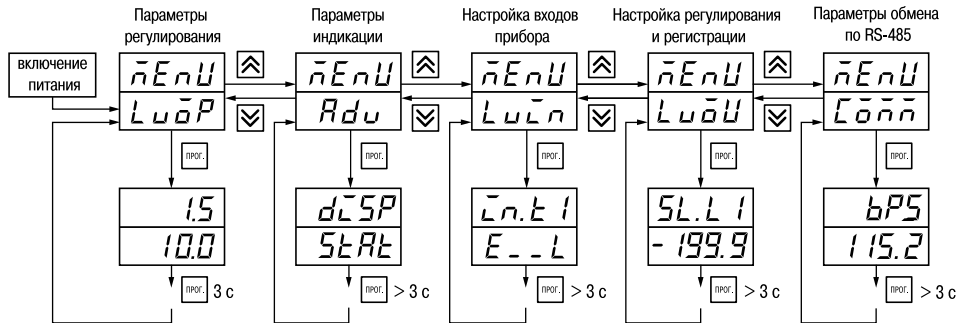

Рис. 22
7.1.2. Основные параметры прибора TPM202 объединены в 5 групп *LuōP*, *Adu*, *Luĭn*, *LuōU* и *Āōññ*, составляющие меню прибора (рис. 22). Полный список программируемых параметров приведен в Прил. Б.